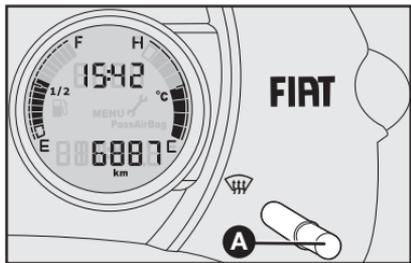

fig. 40
- Selecionar o hodômetro total através do botão A-fig. 40;